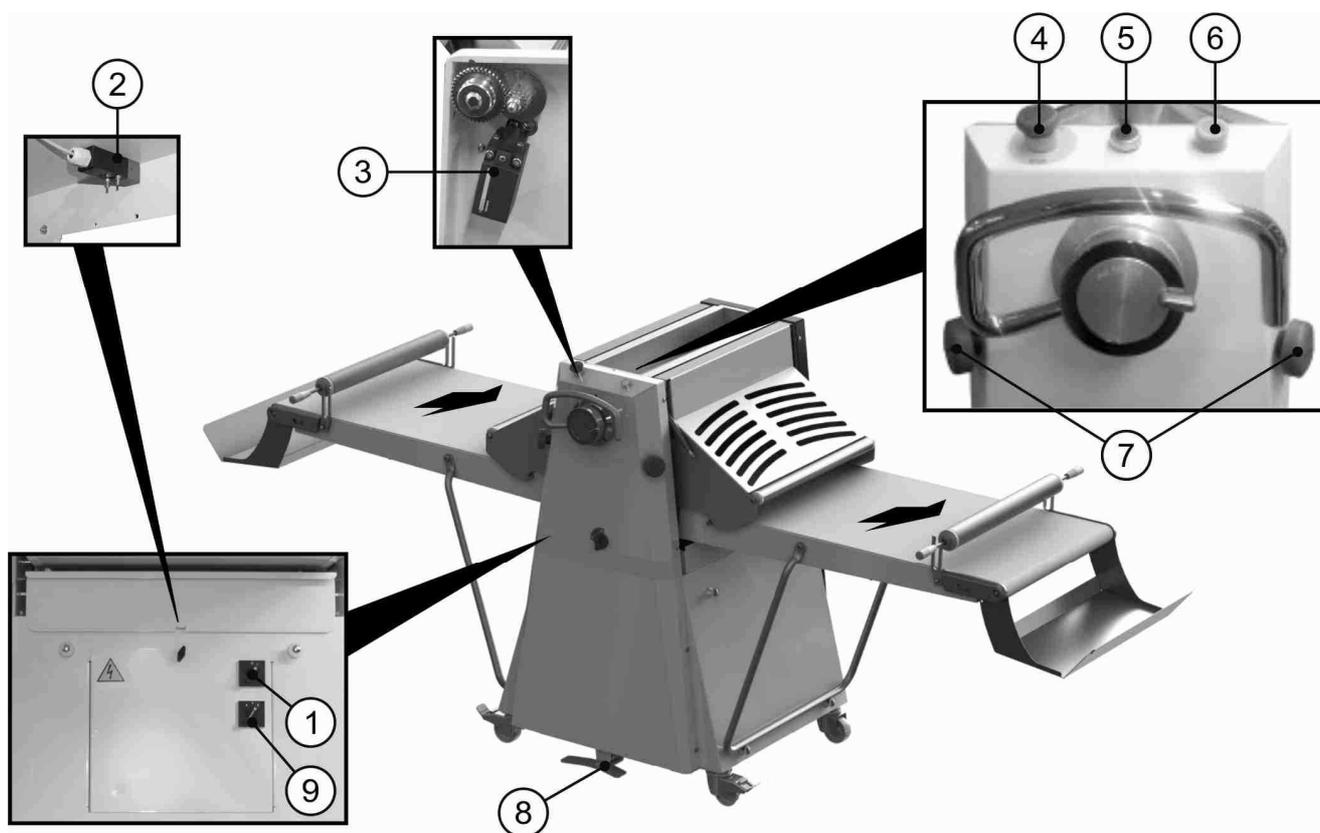

Рисунок 4
Ссылаясь на Рисунок 4, оборудование оснащено следующими механизмами управления и контроля:
- Проверить кнопку аварийного сигнала из. 4 Рисунок 4, которая должна быть отключена (в ином случае необходимо вернуть её в исходное положение)
- Выставить общий выключатель в позицию **I (ON)** из. 1 Рисунок 4
- Кнопка запуска рабочего режима из. 6 Рисунок 4 засветится, указывая на присутствие напряжения (зелёный постоянный свет)
- Для того, чтобы начать раскатку теста необходимо поднять вверх ручку из.7 Рисунок 4, соответствующую той стороне, в которой находится заготовленное тесто, после чего лента начнёт двигаться в сторону цилиндров. После каждого нажатия кнопок направление движения будет изменяться. Такой же принцип действия у педали реверсирования движения из. 8 Рисунок 1. Реверсирование движения производится сразу же, но в зависимости от необходимости, движение может быть временно остановлено посредством выбора команды «пауза» с помощью переключателя. из.9 Рисунок 4
- В версиях моделей с регулятором скорости (инвертор), необходимо выбрать скорость работы посредством регулятора из. 5 Рисунок 4
ВНИМАНИЕ: во время запуска оборудования необходимо всегда использовать кнопку, которая находится на той стороне оборудования, где собрано изготовленное тесто. Во время обычного рабочего процесса, для того, чтобы произвести реверсирование движения, необходимо нажать на одну из двух кнопок из. 7 Рисунок 4 (или педаль, в случае её наличия)
- Для остановки работы оборудования не активизировать защитные механизмы безопасности, а использовать кнопку аварийного сигнала в случае возникновения опасности. Если оборудование остановлено одним из описанных выше способов, для возобновления движения необходимо активизировать кнопку запуска рабочего режима из. 6 Рисунок 4